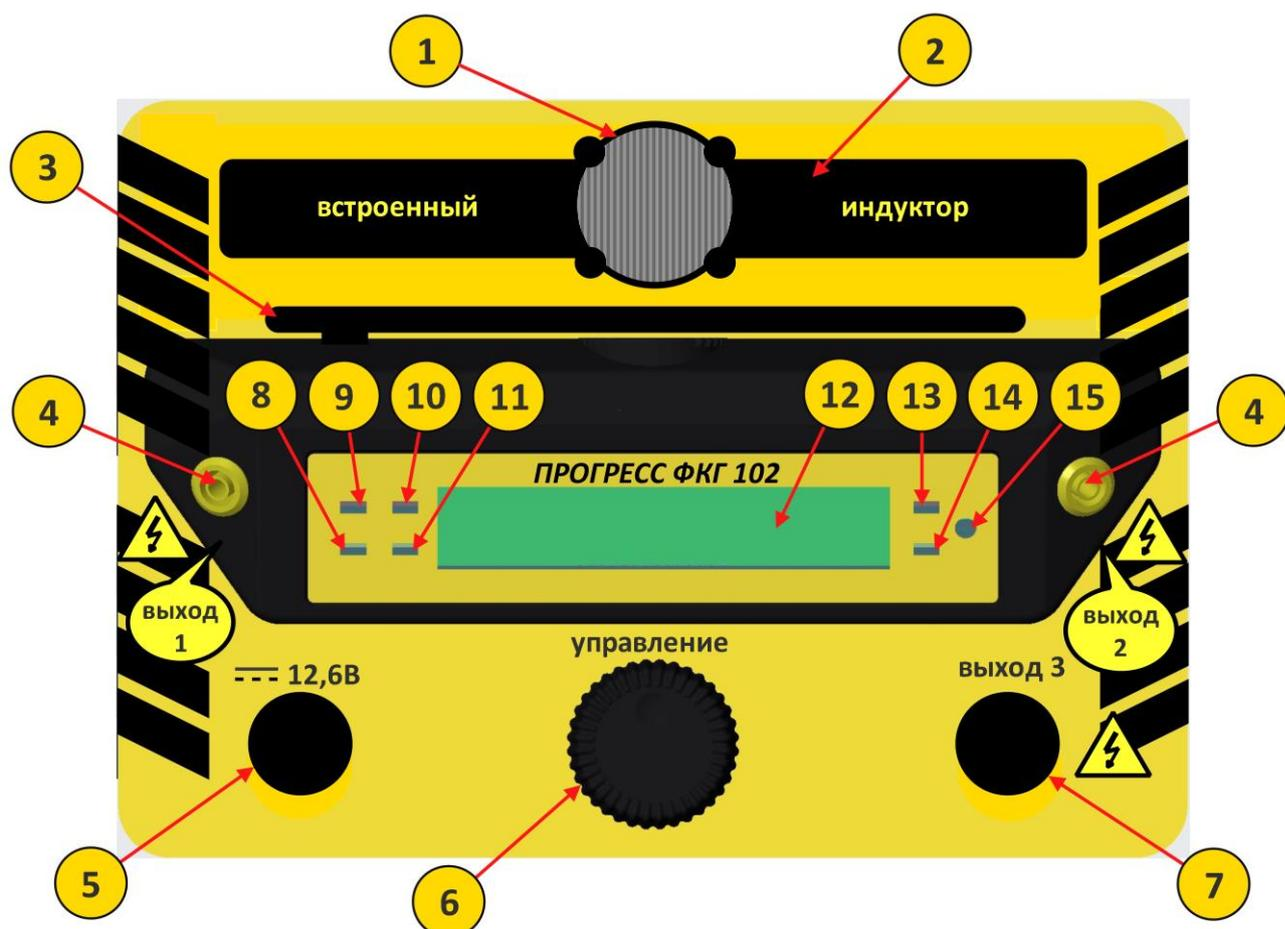

Рис. 1
6.2 Установите генератор на удобную поверхность. Подсоедините кабель внешнего питания. Это может быть переносной аккумулятор или клеммы штатного аккумулятора 12В транспортного средства. Соблюдайте полярность подключения. В случае неверной полярности при подключении, повреждения генератора не произойдёт, устройство не включится, при этом будет светиться индикатор 9, рисунок 1. Достаточно сменить полярность на правильную и произвести повторное подключение.
6.3 Включите генератор удерживая кнопку валкодера до появления информации на матричном дисплее 12, рисунок 1. Оператор увидит первый пункт меню – индикатор сопротивления. Если к генератору не подключена внешняя нагрузка, то индикатор будет показывать сопротивление >5000 Ом. В этом случае работа генератора будет вестись на встроенный индуктор и в поле выбора частот будут представлены только две заранее установленные частоты, между которыми можно переключаться, но нельзя изменять. Если к генератору будет подключена внешняя нагрузка, то индикатор покажет фактическое сопротивление нагрузки.
6.4 Произведите соединение генератора со штырём местного заземления, соединив первый проводник из комплекта с одной из однополюсных розеток 4, рисунок 1, другой конец проводника присоедините к штырю.
соединяется с кабелем посредством зажима типа «крокодил». При надёжном контакте будет загораться индикатор 14, рисунок 1. Если после соединения контакт нарушается, генератор будет подавать звуковой сигнал о разрыве цепи.